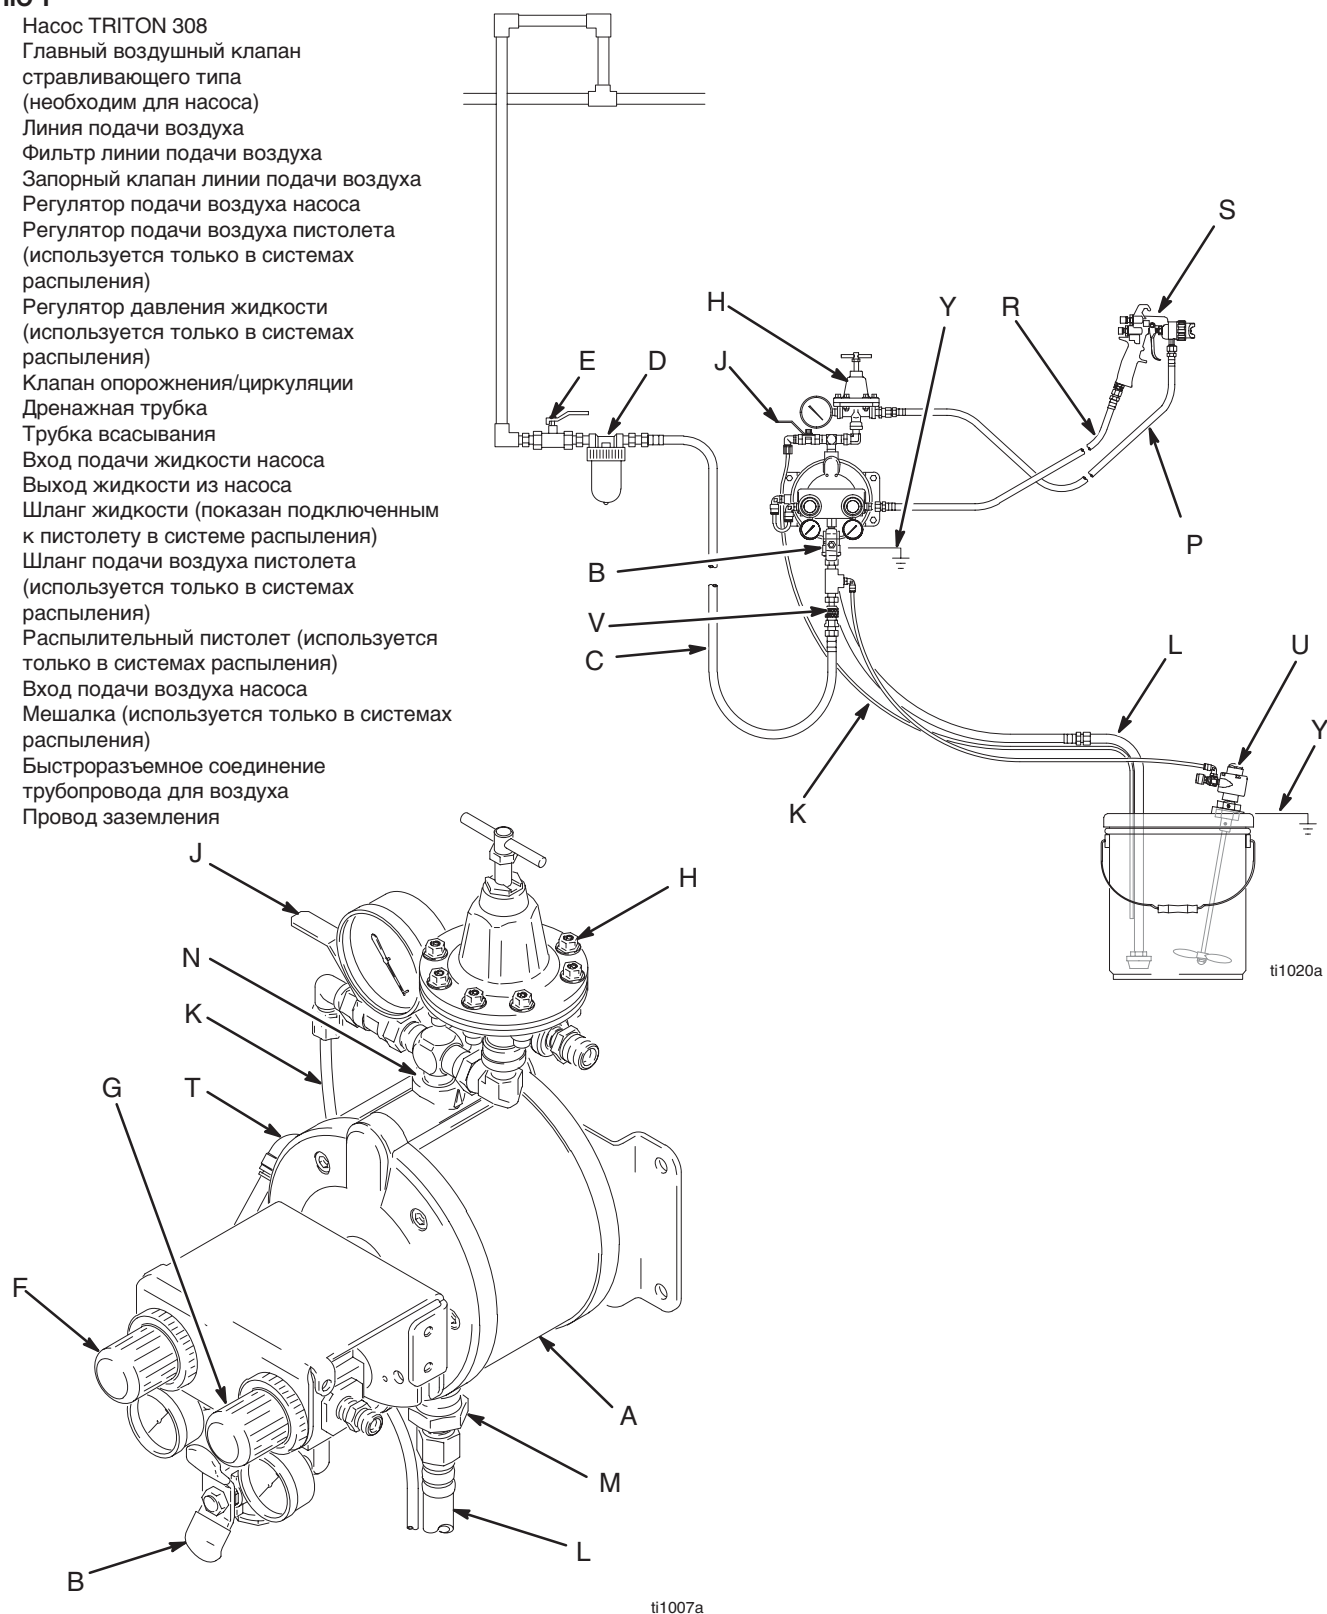

Рис. 2
- На Рис. 2 показано размещение распылительной установки большого объема и низкого давления на стене. Это только рекомендации по выбору и установке компонентов системы. Обратитесь к вашему дистрибьютору Graco за рекомендациями относительно компонентов системы, отвечающих вашим требованиям.
Для удаления воздуха, скопившегося между этим клапаном и насосом, необходимо установить главный клапан стравливания воздуха (В). См. Рис. 2. Скопившийся воздух может привести к непредсказуемому срабатыванию насоса, что может нанести серьезную травму, включая попадание жидкости в глаза или на кожу, травму от движущихся частей или отравление опасными жидкостями.
1. Установите принадлежности для линии сжатого подачи воздуха как показано на рис. 2. Разместите эти принадлежности на стене или на кронштейне. Убедитесь, что линия подачи воздуха на принадлежности является электропроводной.
- a. Давление жидкости может регулироваться двумя способами - либо путем регулирования подачи воздуха на насос при помощи регулятора воздуха (F), либо регулированием выхода жидкости из насоса при помощи регулятора жидкости (H).
- c. Установите проходной воздушный фильтр (D) для удаления загрязняющих веществ, таких как грязь, влага и масло из линии подачи сжатого воздуха.
3. Между входом подачи воздуха в насос (Т) и принадлежностями установите электропроводный гибкий шланг (С). Используйте воздушный шланг с минимальным внутренним диаметром 1/4 дюйма (6,3 мм). Заверните на одном конце линии подачи воздуха быстроразъемную муфту (V) и аккуратно заверните ответный фитинг в штуцер подачи воздуха насоса. Пока не подсоединяйте разъем к фитингу.
Для сброса давления в шланге в случае его забивания необходимо установить дренажный клапан для жидкости (J). См. Рис. 2. Дренажный клапан снижает риск получения серьезной травмы, включая попадание жидкости в глаза или на кожу, или отравление опасными жидкостями при сбросе давления. Установите насос рядом с патрубком выхода жидкости насоса. Для использования клапана в качестве клапана рециркуляции подсоедините трубку (K) между клапаном и емкостью.